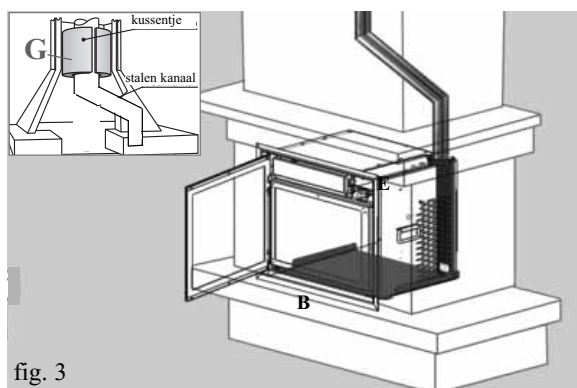

fig. 3
- 4) HET IS VERPLICHT de steun aan de vloer te bevestigen via de 4 bijgeleverde pluggen (fig. 3).
2de fase (afb. 3)